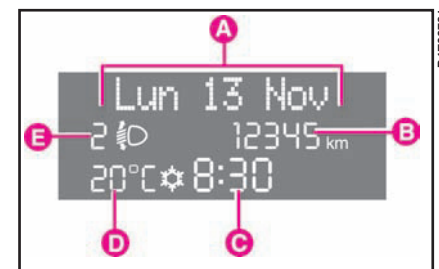

рис. 41
- Регулировка подсветки внутренних устройств управления **Е (рис. 41)**
- Дата **А (рис. 41)**
- Пробег автомобиля (общий или суточный) **В (рис. 41)**
- Часы **С (рис. 41)**
- Наружная температура **Д (рис. 41)**